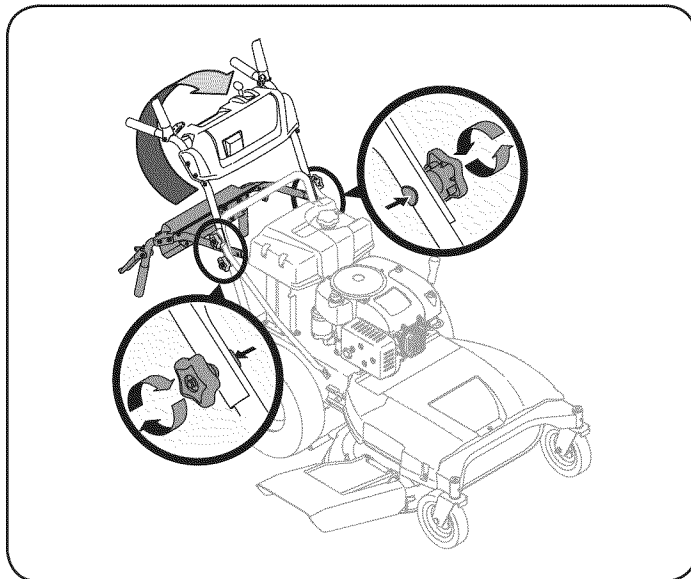

Figura 4
2. Gire la manija superior a la posición de funcionamiento. Tenga cuidado de no prensar los cables. Vea la Figura 4.
4. Ajuste las perillas en estrella superiores e inferiores y los tornillos del carro para asegurar la manija superior a la inferior. Vea la Figura 4.